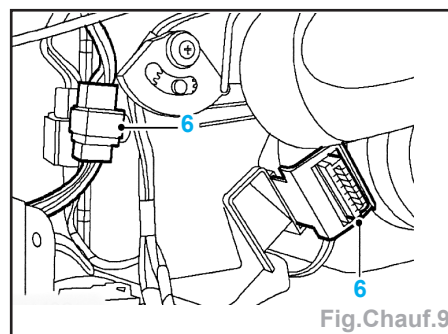

Fig. Chauff.9
- la fiche multibroches (6) du bloc de chauffage et dégager la prise de diagnostic (Fig. Chauff.9).